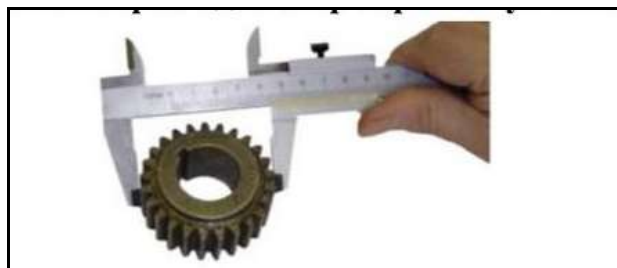

Рис.47 Определение диаметра вершин зубьев колеса
1.Штангенциркулем измерить диаметр вершин зубьев колеса -  $d_a$  (рис. 47);